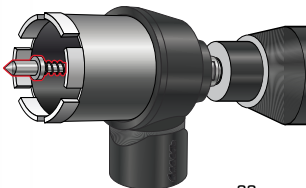

рис.33
- установите в пылеотвод центратор (рис. 33).